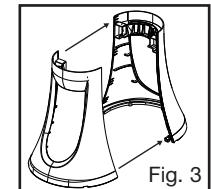

Fig. 3
- Retire los 2 tornillos de la base y deje a un lado. Alinee las piezas de la base frontal y posterior y empuje suavemente hasta que las piezas encajen firmemente (Fig. 3).